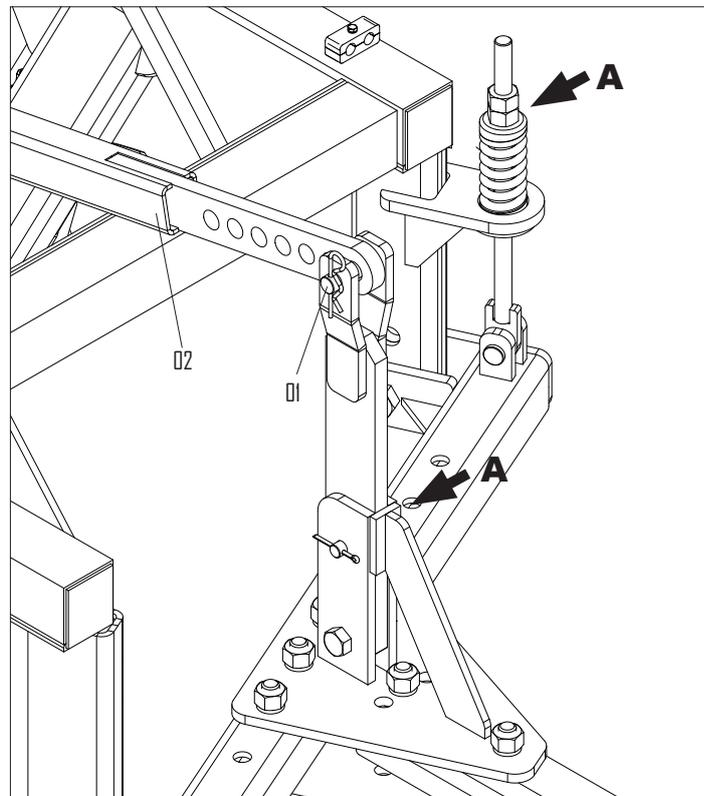

FIGURA 19
**OBRIGATÓRIO NO MOMENTO DA MONTAGEM:** *Deixar uma folga de 40 a 50 mm entre a porca e o suporte da mola do varão estabilizador; observar também uma folga de 40 a 50 mm entre o suporte do varão da mola e o encosto da chapa superior da barra transversal conforme a letra "A" da figura 19.*